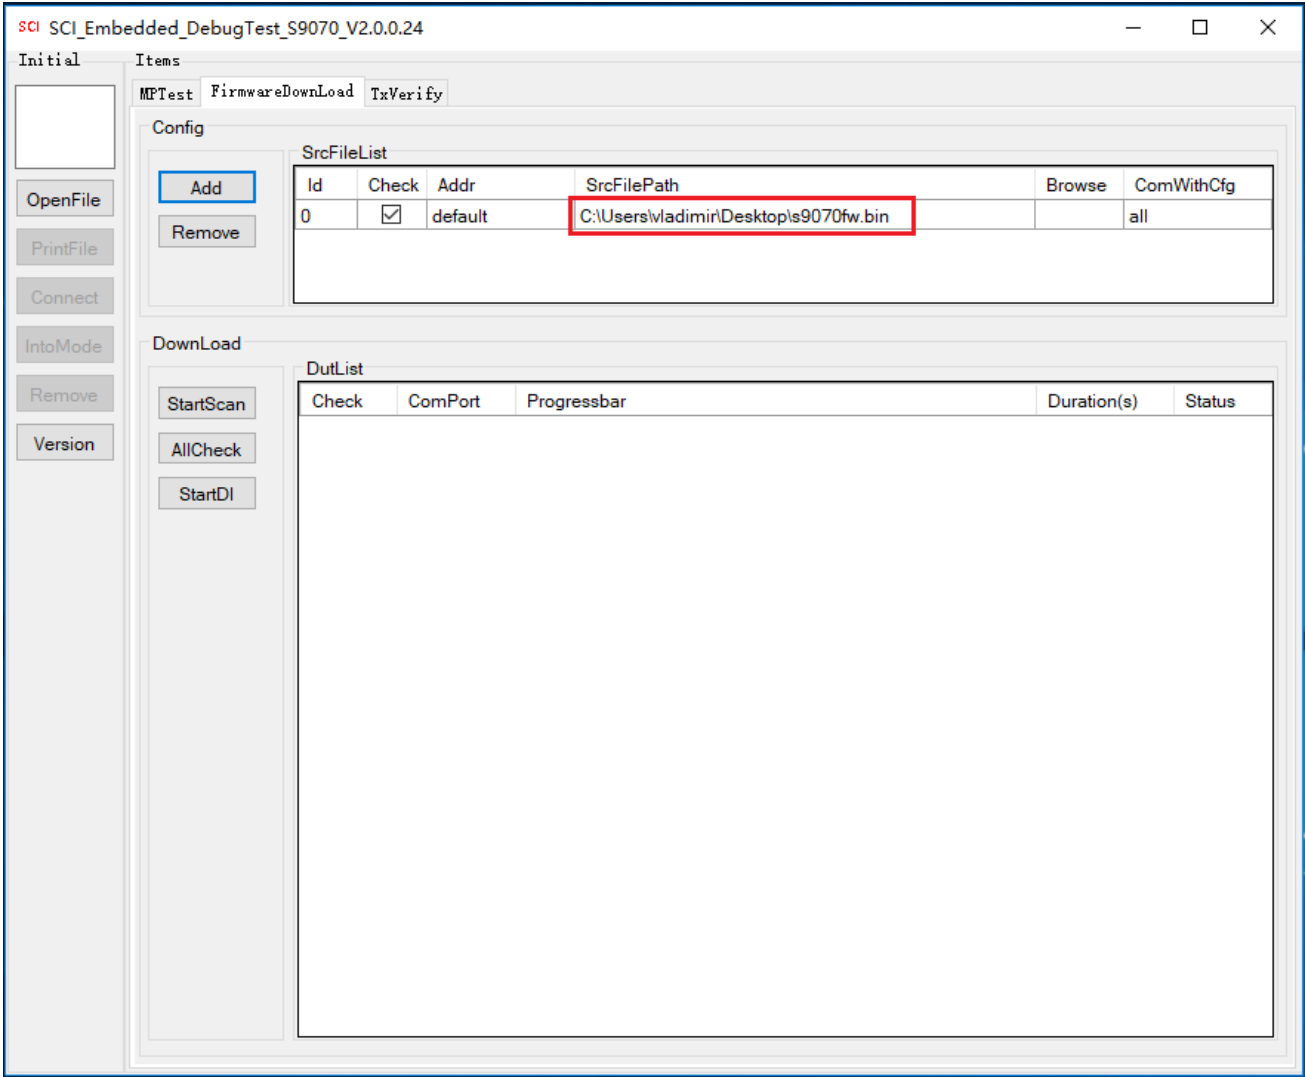

图 4-5
4、选择 bin 文件后，SrcFilePath 栏会显示所选的 bin 文件名称及路径，如下图 4-5；